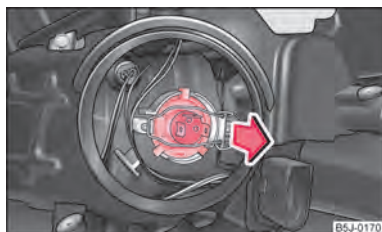

Fig. 158 Desmontaje de la bombilla para la luz de cruce y de carretera
- Retirar el conector de lámpara, desbloquear el alambre elástico y sacar la bombilla hacia atrás ⇒ fig. 158.